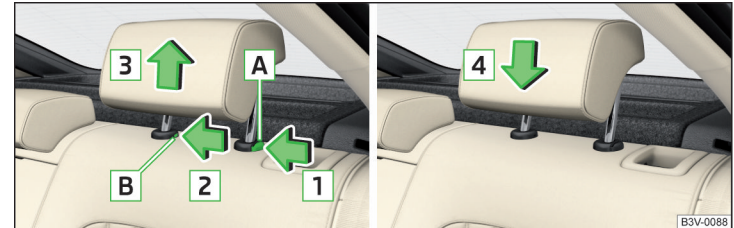

Abb. 97 Kopfstütze hinten herausnehmen/einsetzen
- › Die Sicherungstaste **A** in Pfeilrichtung **1** halten, gleichzeitig mit einem Schlitzschraubendreher (mit einer Breite von max. 5 mm) die Sicherungstaste in der Öffnung **B** in Pfeilrichtung **2** drücken und die Stütze in Pfeilrichtung **3** herausnehmen » Abb. 97.